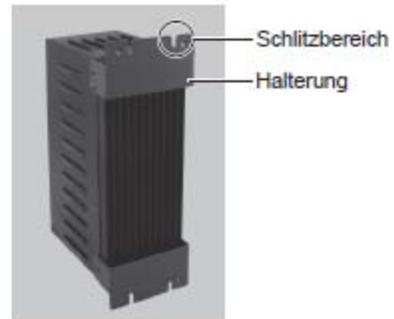

Abb. 15
- Die Halterung kann an als "Bodenmontage (Abb. 14)" und als "Rückseiten Montage (Abb. 15)" am CONTROLLER ausgeführt werden.
- (1) Bringen Sie die Installationshalterungen (2 Stk.) mit den mitgelieferten Montageschrauben an. (4 Stk.)
- (2) Bringen Sie den CONTROLLER (Schlitzbereich der Halterung) an der Maschine mit den Montageschraube an.